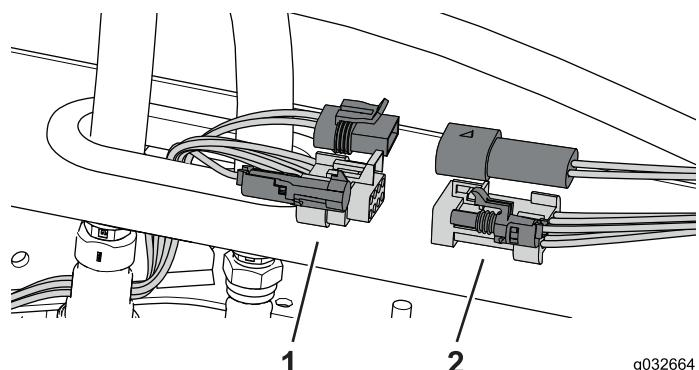

Bild 108
- Schließen Sie den Kabelbaum der Maschine vom Kabelbaum der Kabine ab (Bild 108).